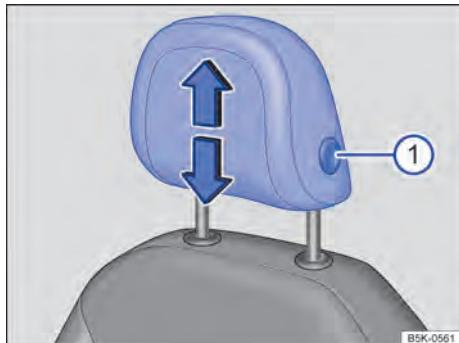

Fig. 45 Ajustar o apoio para cabeça dianteiro.
- Empurrar o apoio para a cabeça para cima ou para baixo na direção da seta com o botão ⇒ Fig. 45 ① pressionado ⇒ .